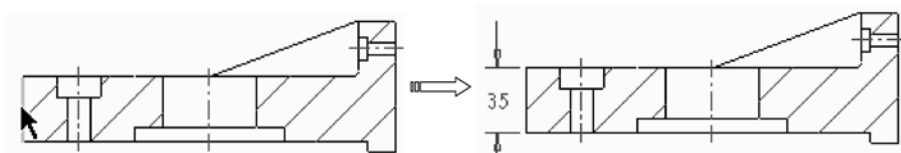
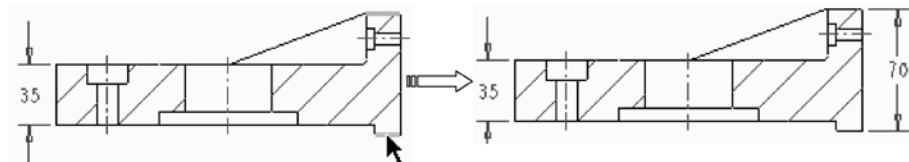

图 9-37 标注长度
图 9-38 标注距离
- 选择图元：在工程图上选取一个或两个图元来标注。选取需要标注的边，单击鼠标中键确定。图 9-37 所示为选取一个图元进行长度标注的结果。图 9-38 所示为按住【Ctrl】键选取两个图元进行距离标注的结果。